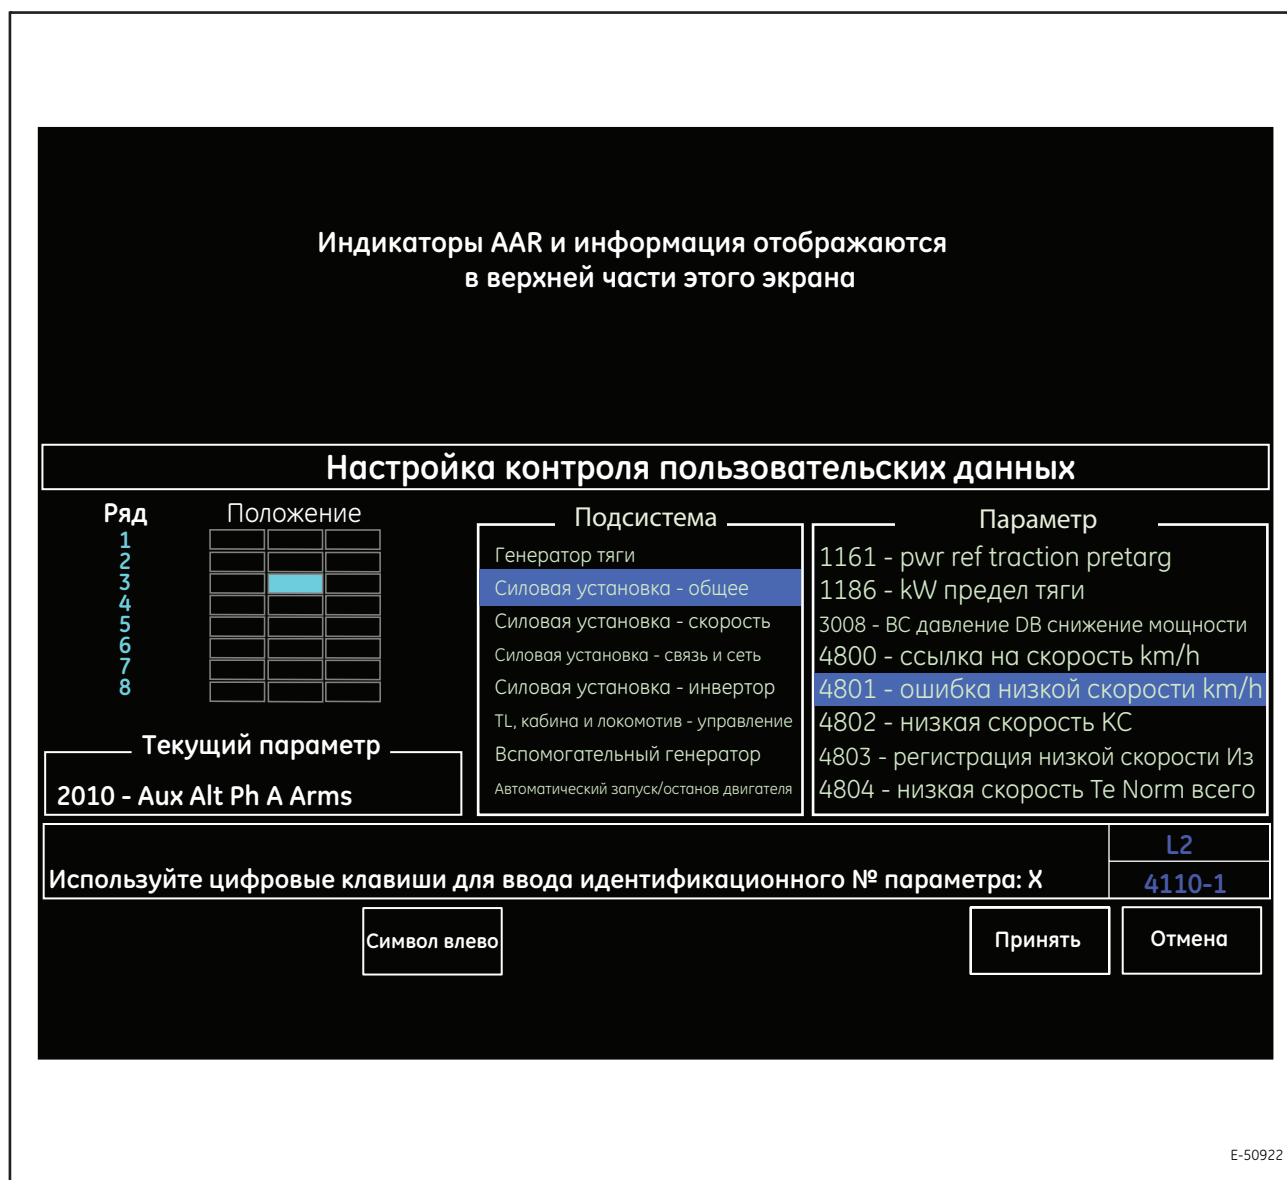

Рисунок 45. Типовой экран настройки контроля пользовательских данных – Экран ввода идентификатора (4110-1)
3. Сенсорная клавиша F3 (**Enter New**) (Ввести новый) – отображение экрана настройки контроля пользовательских данных - экрана ввода идентификатора (4110-1, Рисунок 45). Дополнительные сведения см. в разделе 3.6.22.3., *ЭКРАН НАСТРОЙКИ КОНТРОЛЯ ПОЛЬЗОВАТЕЛЬСКИХ ДАННЫХ – ЭКРАН ВВОДА ИДЕНТИФИКАТОРА* настоящей публикации.
Назначение экрана настройки контроля пользовательских данных – экрана ввода идентификатора (4110-1, Рисунок 45) состоит в том, чтобы позволить машинисту непосредственно ввести номер желаемого параметра для его контроля.